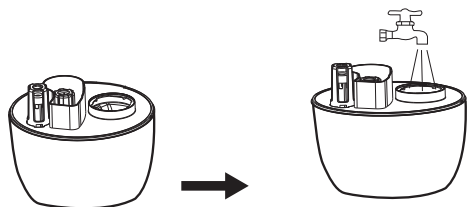

Рис. 3
2. Откройте крышку резервуара для воды против часовой стрелки (рис. 3) и залейте воду в емкость. Температура воды не должна превышать 40 °С.